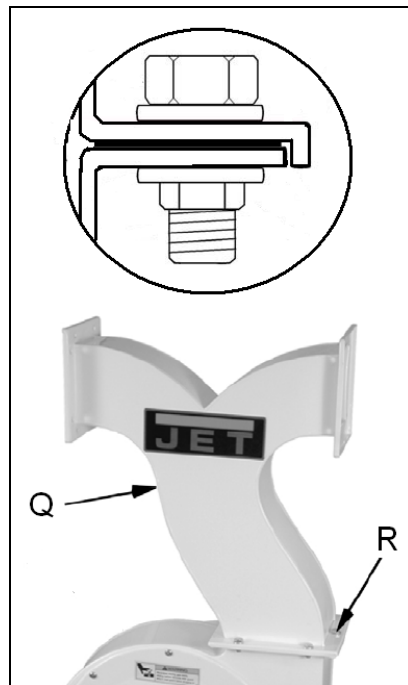

Fig 4
Montieren sie den Verbindungs-krümmer (Q, Fig 4) mit 6 Sechskantschrauben, Scheiben und Muttern (R).